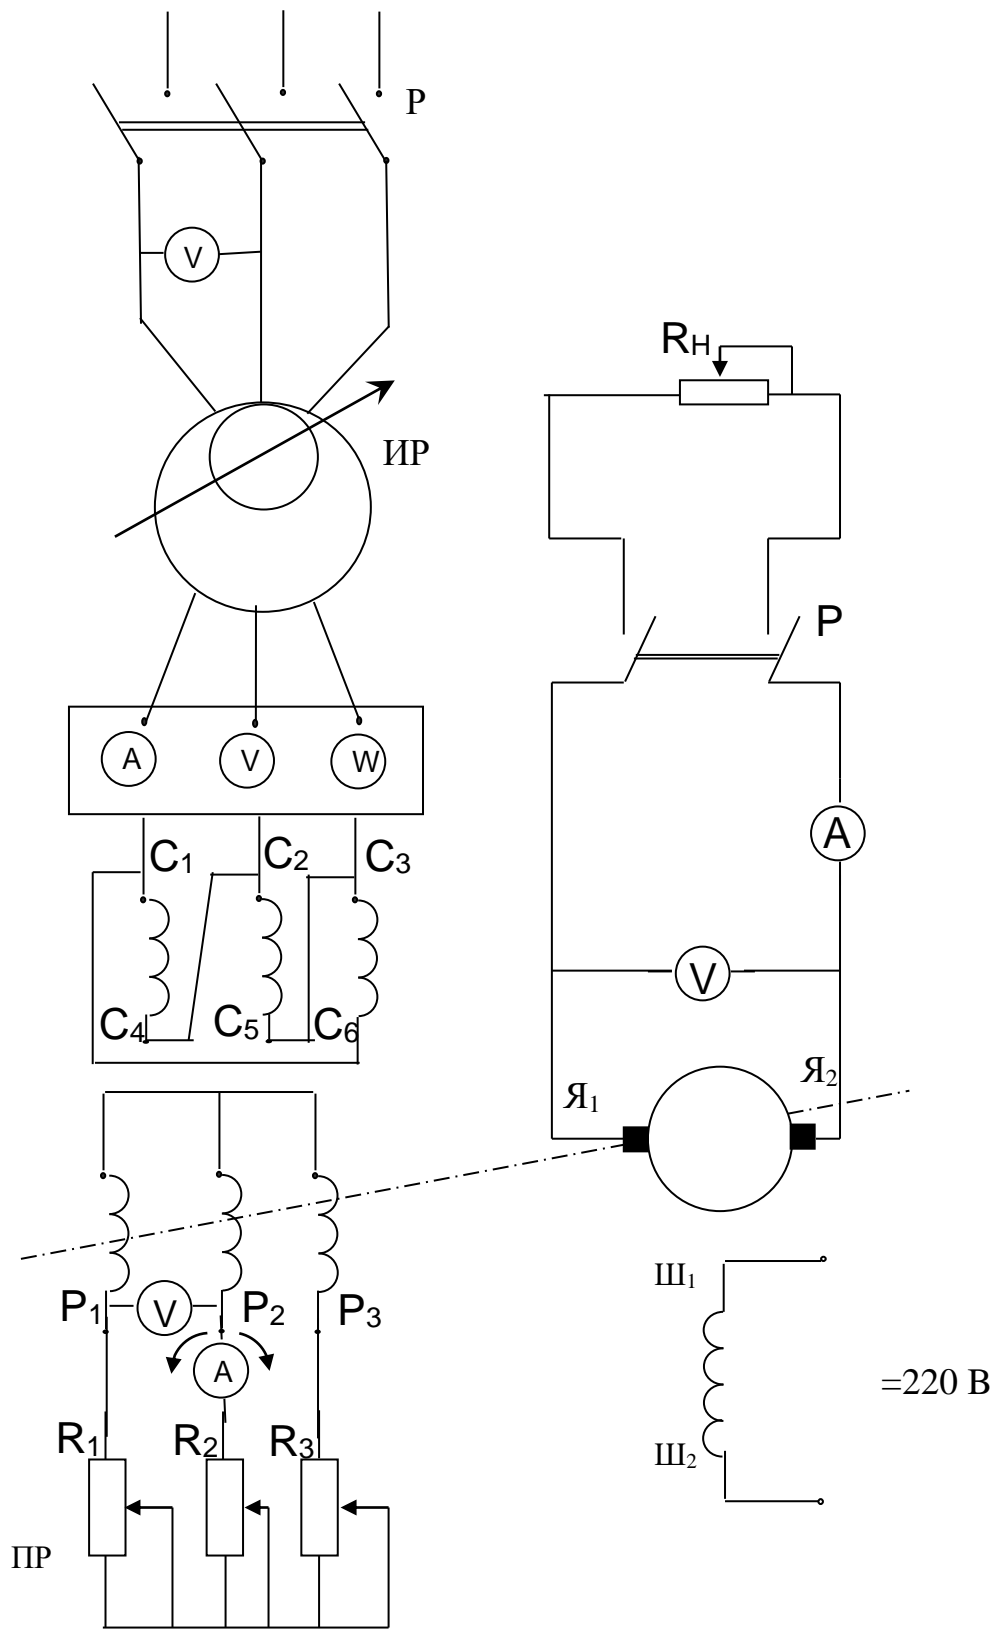

Рис. 1
3.1 Рабочие характеристики проводятся по схеме рис. 1 при соединении обмотки статора в треугольник. Показания приборов заносятся в табл.1. Нагрузкой для асинхронного двигателя с фазным ротором является генератор постоянного тока независимого возбуждения.